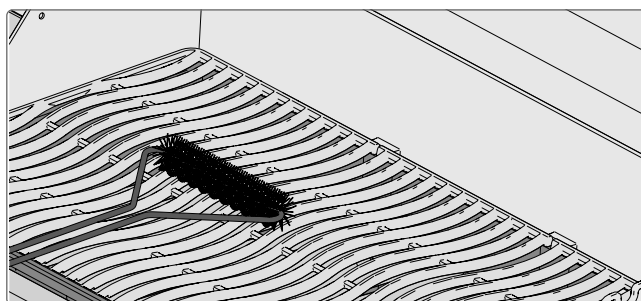

Fig. 18
- For rengjøring, forvarm grillen og bruk en stålbørste for å fjerne matrester (**Fig 18, 19, 20**).